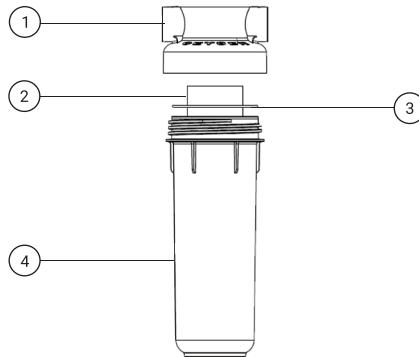

Рис. 12
2. При помощи ключа (входит в комплект поставки) отверните колбу (поз. 4, рис. 12) и замените картридж (поз. 2, рис. 12). Осторожно, в колбе может находиться вода!
3. Уплотнительное кольцо (поз. 3, рис. 12) перед повторной установкой смажьте силиконовой смазкой (не герметиком) или вазелином для более равномерного уплотнения колбы.
4. Наверните колбу (поз. 4, рис. 12) с картриджем на крышку (поз. 1, рис. 12) и подтяните ее ключом. Откройте подачу воды на фильтр.